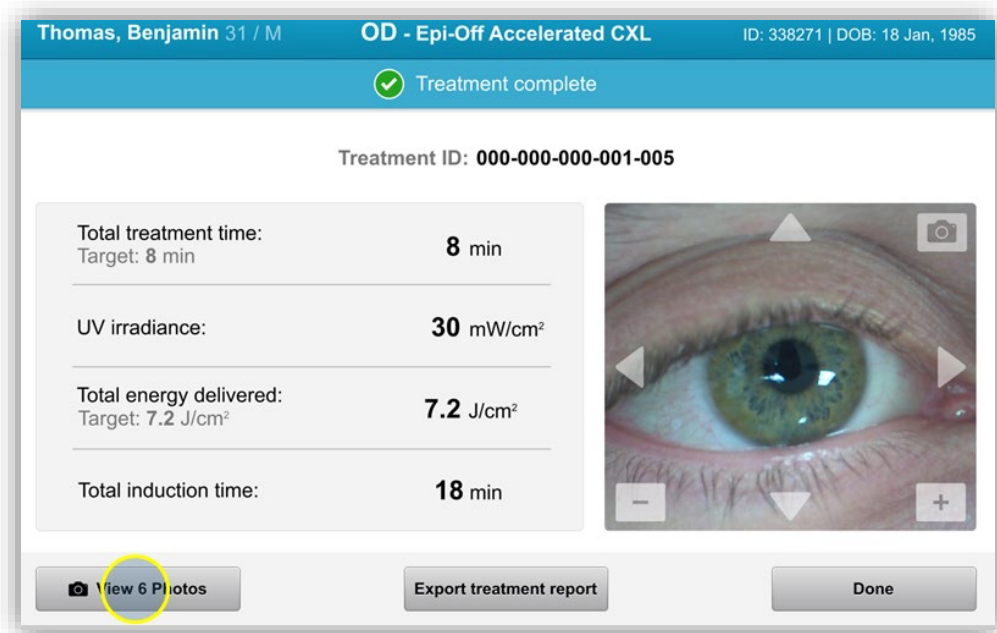

Abbildung 3-33. Fenster Behandlung abgeschlossen
- Nach Abschluss der Behandlung wird eine Zusammenfassung der Behandlungsparameter und im Fenster „Behandlung abgeschlossen“ (Treatment complete) angezeigt (siehe Abbildung 3-33).
- Wählen Sie „Fotos anzeigen“ (View Photos), um die Fotogalerie wie in Abbildung 3-33 veranschaulicht aufzurufen.